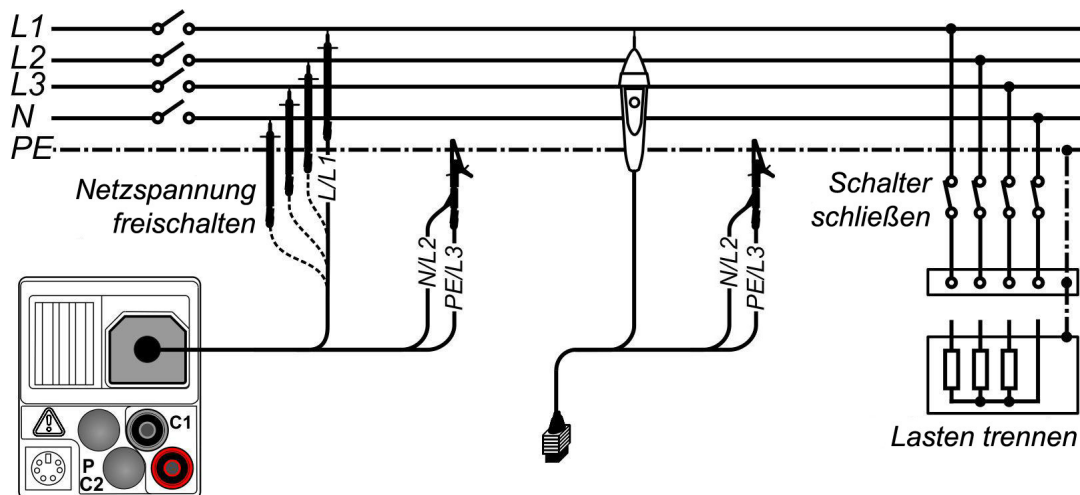

Abbildung 5.6: Anschluss der 3-Leiter-Prüfleitung und der optionalen Commander-Prüfspitze (Artikelnummer: 044115) - Abbildung am Beispiel des IT 130
- ❑ Kontaktieren Sie die Prüfleitungen an das Prüfobjekt (siehe Abbildung 5.6).